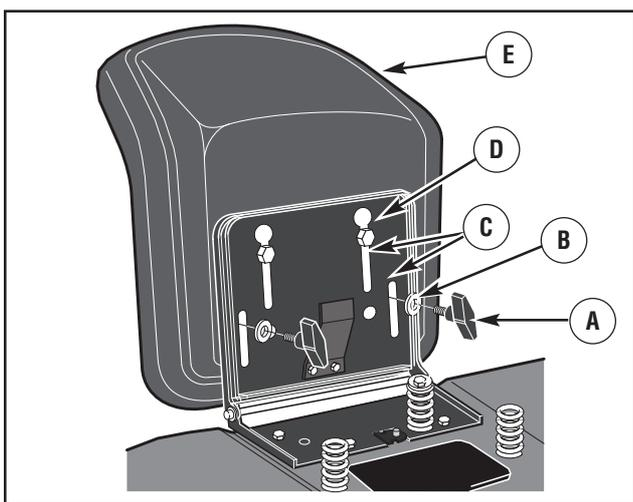

Figura 5: Sedile
2. Allineare i fori della **cerniera del sedile** con i fori del **sedile** (figura 5). Fissare il sedile alla **cerniera del sedile** con i dispositivi di fissaggio come mostrato.
3. Verificare la posizione del **sedile**. Se il **sedile** deve essere regolato, allentare i due **bulloni ad aletta**. Far scorrere il **sedile** avanti e indietro lungo i **fori di regolazione** come mostrato. Serrare i **bulloni ad aletta (A)**.